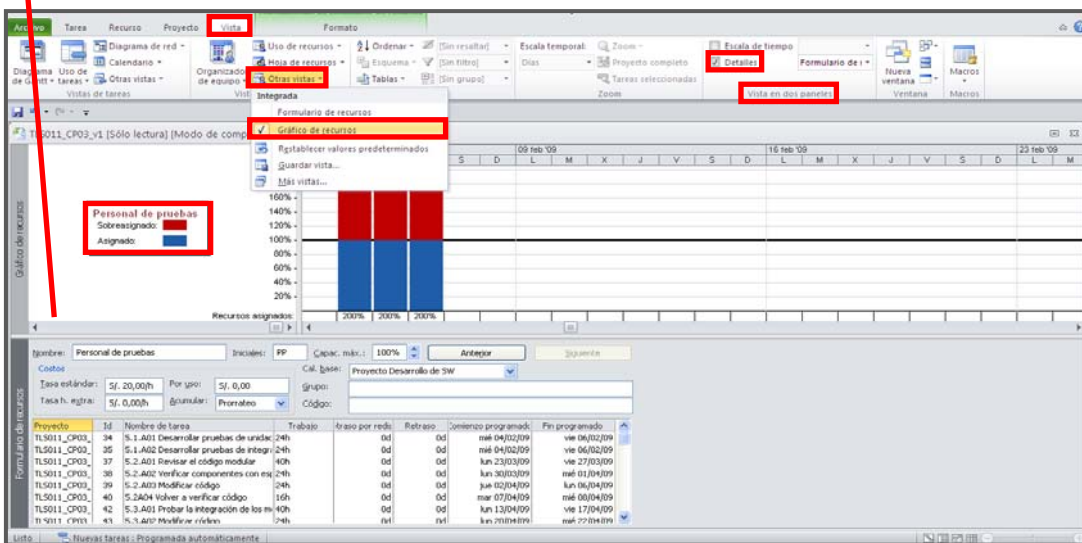

FIGURA 22: Gráfico de recursos
3. En la vista "Gráfico de recursos" con la barra de desplazamiento que se indica en la "Figura 22" puede cambiar de un recurso a otro.